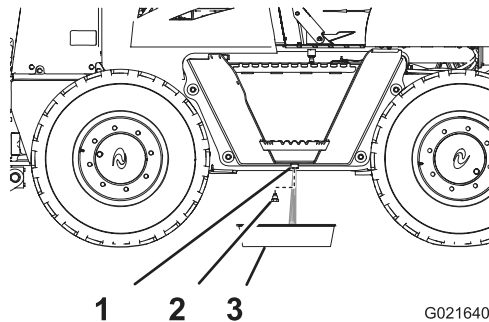

Рисунок 54
- Отверните сливную пробку топливного бака и слейте воду (Рисунок 54).
- Когда начнет выходить чистое топливо, установите сливную пробку и надежно затяните ее (Рисунок 54).